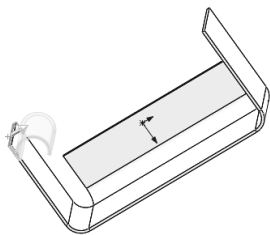
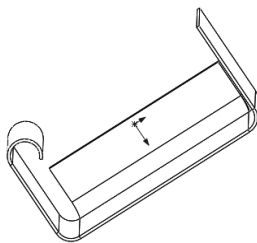

图 9-40 预览效果
图 9-41 完成的褶边特征
- 05 其预览效果如图 9-40 所示，单击属性管理器中的确定按钮，即完成褶边特征的创建，如图 9-41 所示。